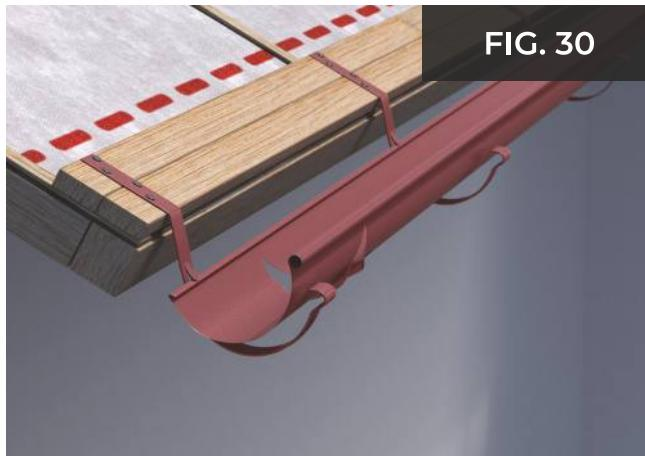

FIG. 30
- 1** Jgheabul se montează introducând partea dinspre streașină a jgheabului în pintenul de pe cârlig și apoi apăsând marginea exterioară în închizătoare. Apoi montați celelalte jgheaburi. (FIG. 30, 31)